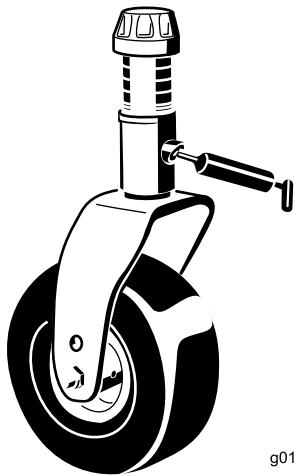

Figura 40
- Boccole (2) dell'asse della forcella delle ruote orientabili (Figura 40)